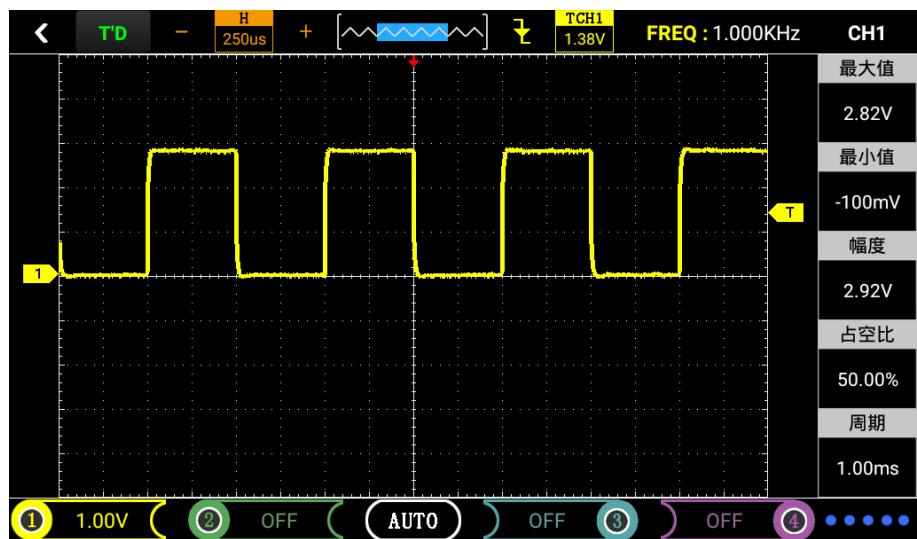

图3-3
- 未发现信号，则将通道1接入一信号，点击下“AUTO”按钮。如图3-3所示：